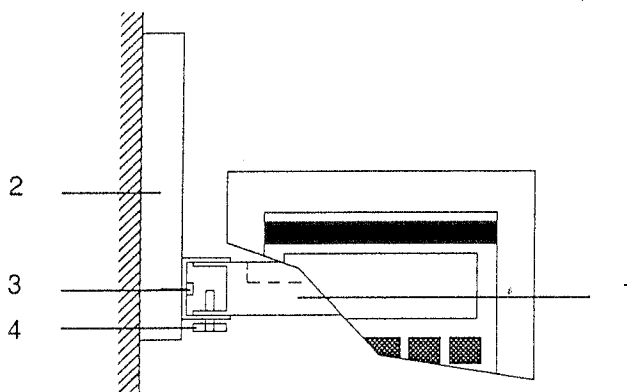

Fig. 4 Montage du panneau de commande
9. Montage du panneau de commande confortable\* (fig. 4):